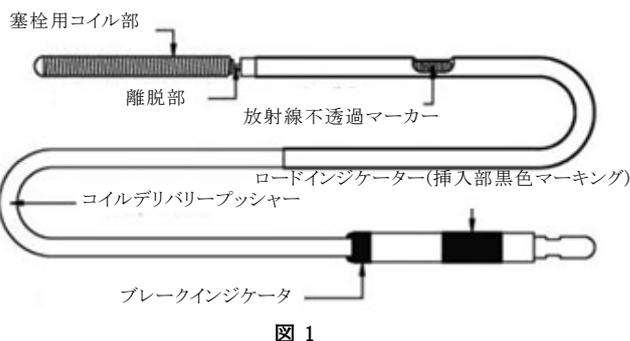

図 1
- 2) 本品をゆっくりとイントロドューサーシースから手袋を装着した手掌内に出し、塞栓用コイルや離脱部に異常がないか調べる。潜在的な異常リスクに備え、目視による確認を実施すること。異常がある場合は、新しい本品と交換する(図 1 参照)。